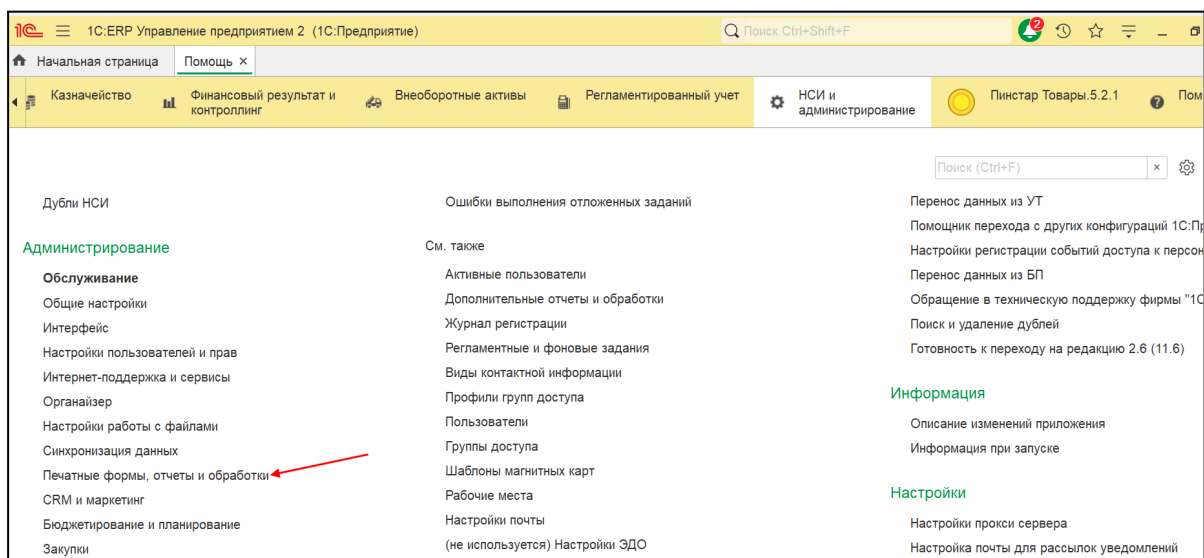

Рис. 91. Печатные формы, отчеты, обработки
1. Откройте справочник «Дополнительные отчеты и обработки». Для этого выберите пункт меню «НСИ и администрирование» → «Администрирование» → «Печатные формы, отчеты и обработки» (рис. 91).